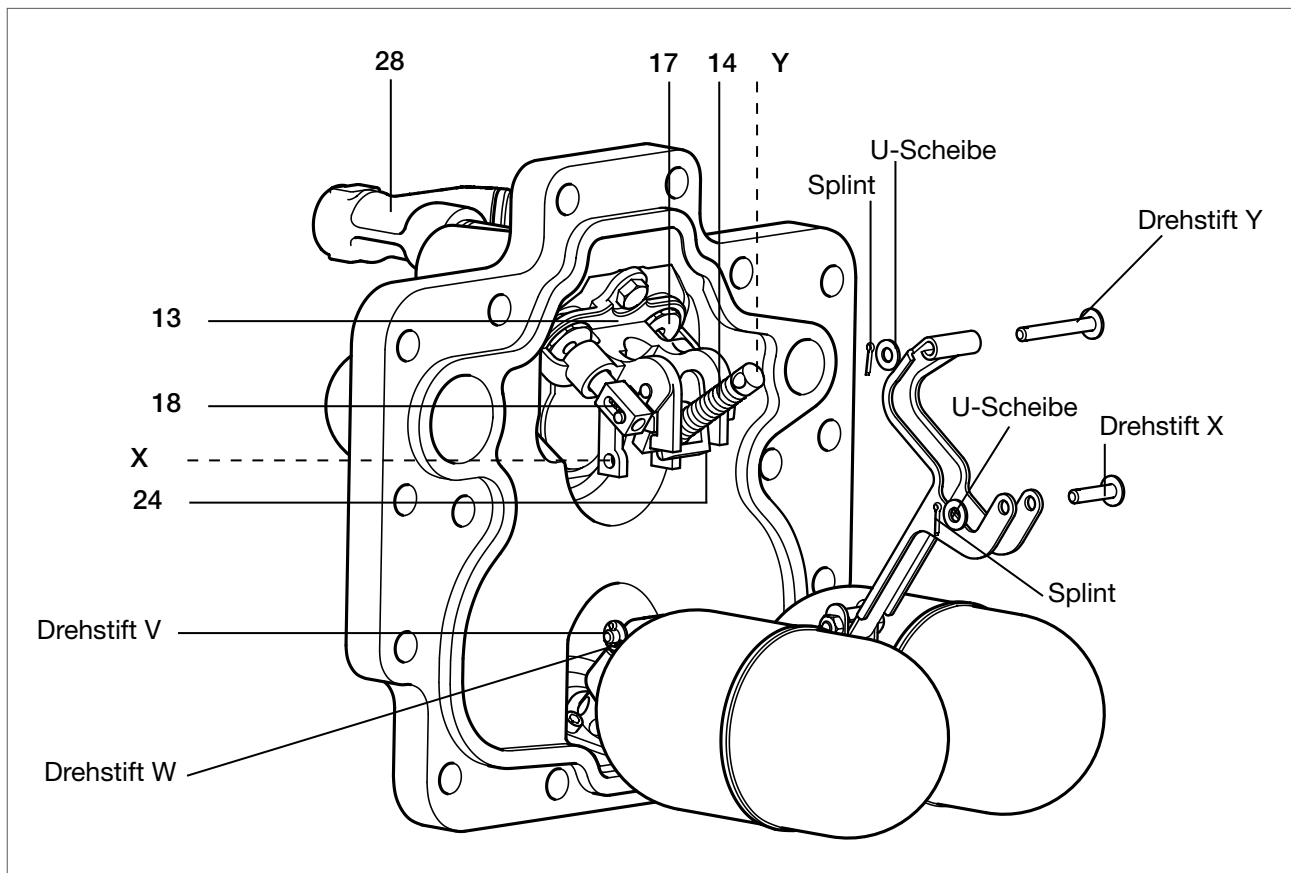

Bild 18
2. Splinte, U-Scheiben und Drehstift Y (am oberen Schwimmerhebel oben) sowie Drehstift X (am oberen Schwimmerhebel unten) entfernen (siehe Bild 18).
3. Splinte, U-Scheiben und Drehstift V (am unteren Schwimmerhebel oben) sowie Drehstift W (am unteren Schwimmerhebel unten) entfernen (siehe Bild 18).